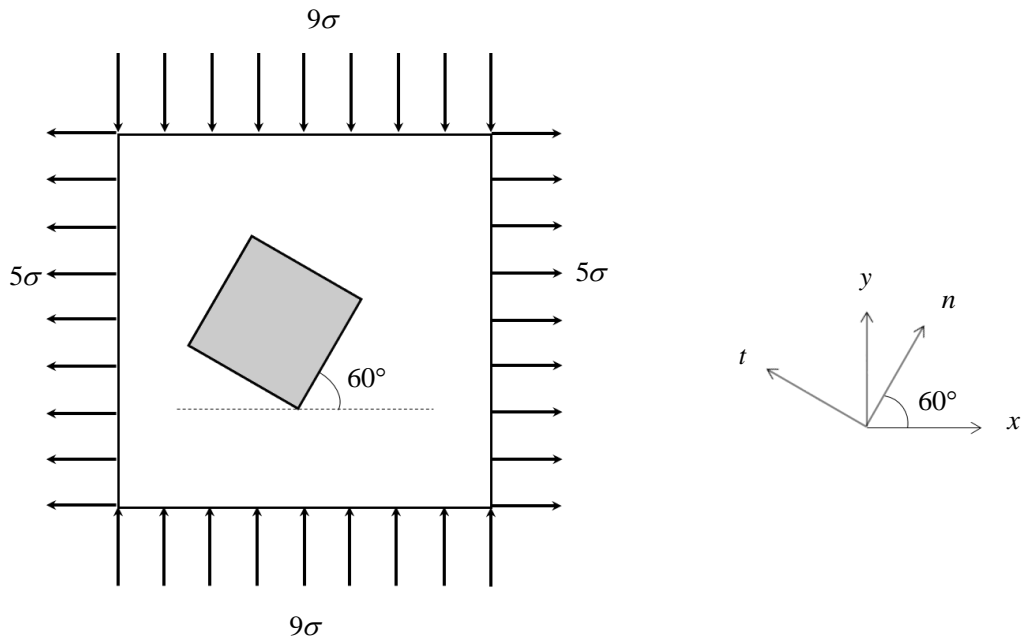

Fig. 1 平面応力状態にある弾性体.
- [1] 平面応力状態にある十分に薄い弾性体において, 図 1 のように x - y 座標系から反時計回りに 60° 傾いた n - t 座標系に沿う正方形微小要素を考える. 薄い弾性体に対して x 方向に引張応力 5σ , y 方向に圧縮応力 9σ が作用している. 弾性体の縦弾性係数を E , 横弾性係数を G , ポアソン比を ν として, 以下の設問に答えよ.